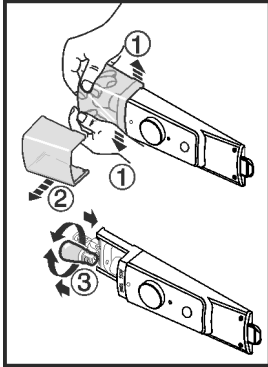

Fig. 3
- ▶ Lampenabdeckung nach Abbildung, innen, im vorderen Bereich auseinanderdrücken Fig. 3 (1) und zur Seite abziehen Fig. 3 (2).
- ▶ Die Lampe auswechseln. Fig. 3 (3)